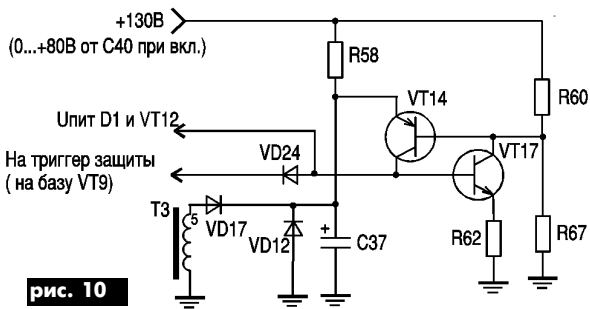

рис. 10
**Триггер запуска (рис.10)** собран на транзисторах VT14 типа КТ209 и VT17 типа КТ315. Обеспечивает получение напряжения питания МС и предоконечного каскада в момент включения, а также прерывистый режим работы блока при его неисправности.